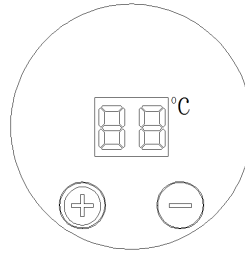

Figure 14
- Appuyez sur n'importe quelle touche pour afficher la température réglée avant la mise hors tension (la température réglée en usine est de 2 °C) (voir Figure 14).